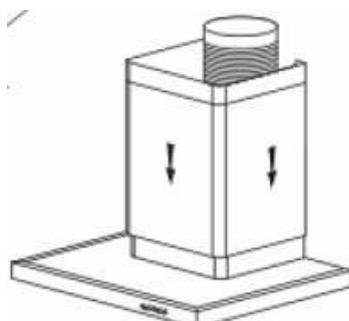

Bild. 5
- Fixera de två kanalerna till kåpan.(del bild 5)